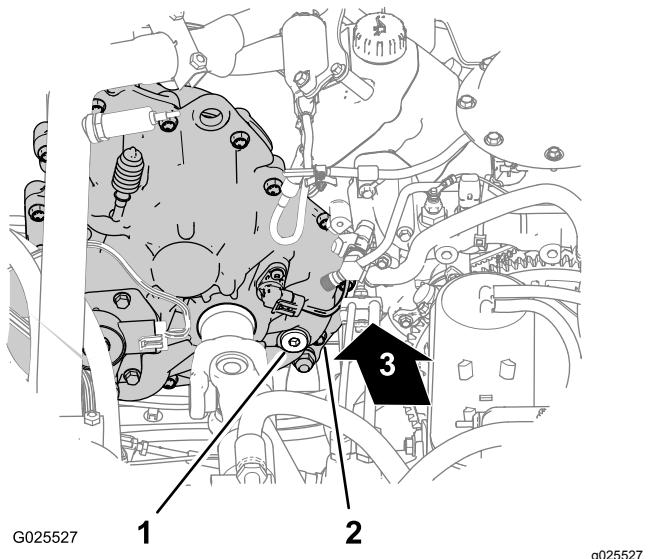
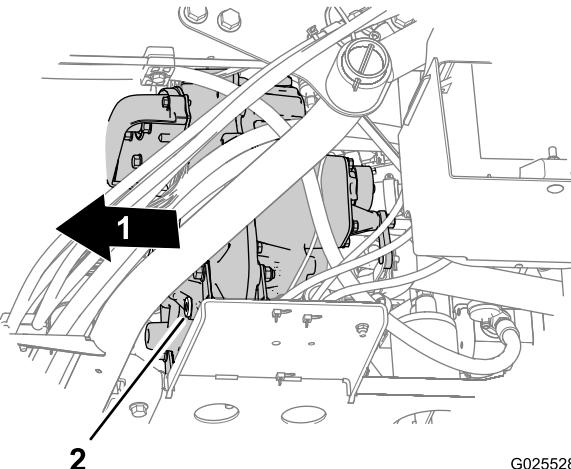

Рисунок 58
Рисунок 59
- Найдите пробку заливного отверстия в задней внутренней части картера коробки передач и найдите пробку сливного отверстия на передней наружной стороне коробки передач (Рисунок 58 и Рисунок 59).
- Поверните против часовой стрелки пробку заливного отверстия и снимите ее с коробки передач (Рисунок 58).
- Подставьте сливной поддон под пробку сливного отверстия (Рисунок 59).
- Поверните против часовой стрелки пробку сливного отверстия и снимите ее с коробки передач (Рисунок 59).
- Установите пробку сливного отверстия (Рисунок 59).
- Залейте 700 мл трансмиссионной жидкости Dexron VI в коробку передач через заливное отверстие (Рисунок 58).
- Установите пробку заливного отверстия (Рисунок 58).